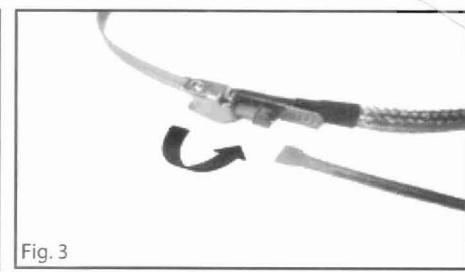

Fig. 3
- Lock the clip and tighten the screw (see Fig. 3) Max torque 2 Nm.
- Verrouiller l'étrier et visser la vis de serrage en respectant le couple maximum de 2Nm (voir fig.3).